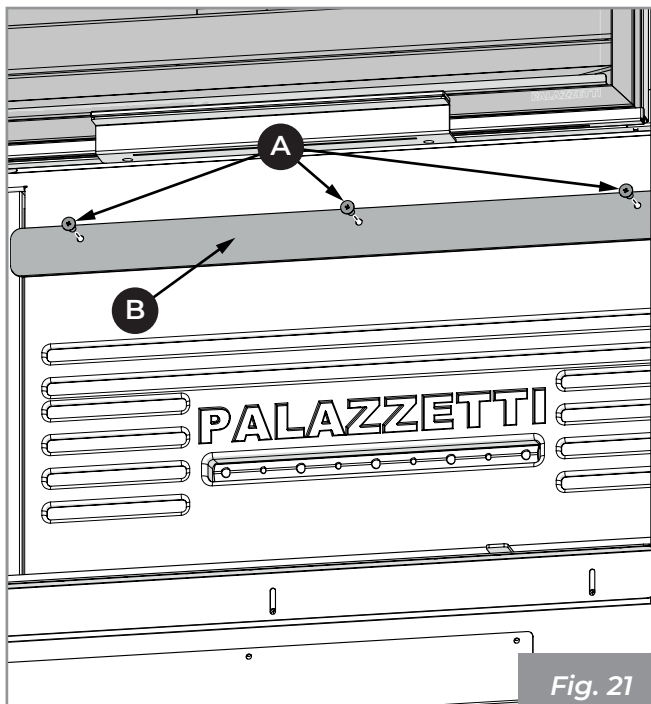

Fig. 21
- 1) Desatornillar los tornillos (A) y remover el estribo (B) que fija el respaldar de refractario (Fig. 21).